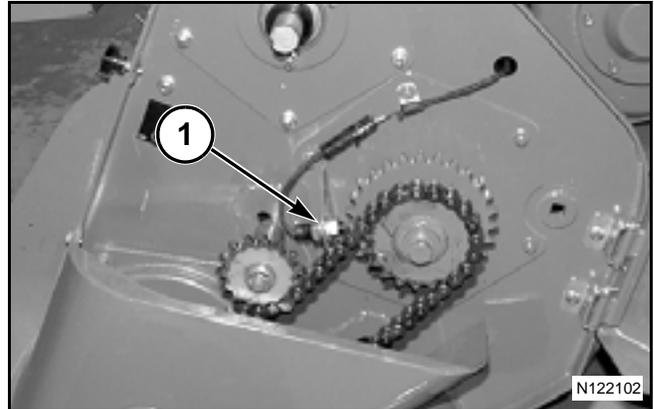

FIG. 12
FIG. 12: El sensor de deslizamiento del alimentador (1) está ubicado debajo del blindaje de la cadena de impulsión del sinfín en el lado izquierdo del recogedor. EL SBC compara la señal del sensor de deslizamiento del alimentador con la señal del sensor de sincronización del enfardador y calcula el porcentaje de deslizamiento en el embrague deslizante del recogedor y/o en el embrague deslizante del embalador.